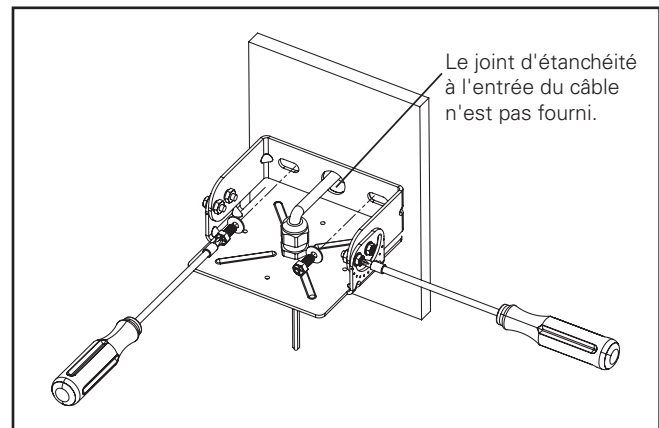

Figure 1.
1. Faites les branchements électriques à partir du fouettement du tourillon pour faire passer les fils de sortie (les capuchons de connexion ne sont pas fournis). Installez le support coudé du tourillon sur la surface désirée. Nous recommandons d'utiliser des tire-fonds de 0,6 cm (0,25 po) 20 et des rondelles (non fournies, serrez à 5,6 à 6,8 Nm [50 à 60 po-lb]). (Figure 1.)
2. Desserrez les vis de pivot et les écrous du tourillon pour ajuster la position de son support. Reserrez. L'assemblage devrait être rigide lors de l'installation du boîtier arrière et du dispositif. (Figure 1.)